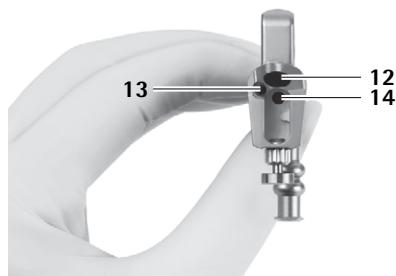

Fig. 1
- o obturador para canal de trabalho oval 7 no canal de trabalho 12, ver Fig. 1.
O líquido de irrigação é conduzido através do canal de trabalho grande 12 e o canal de trabalho pequeno 13, ver Fig. 1.